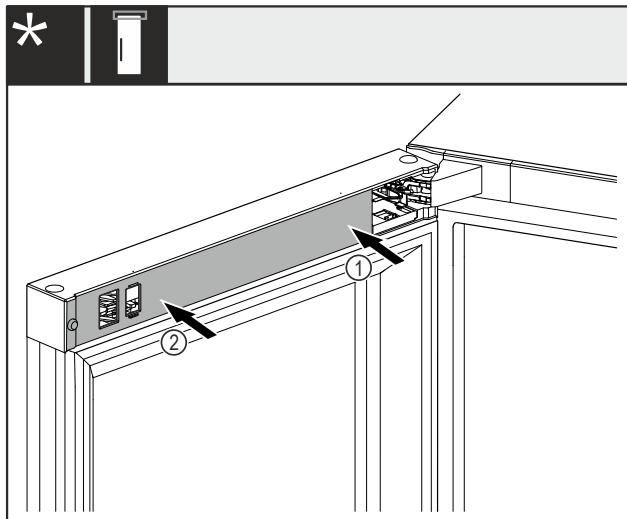

Fig. 48 *
- Abdeckung Fig. 48 (1) zuerst an der Lagerbockseite aufsetzen und einrasten.*
- Abdeckung Fig. 48 (2) an der Aussenseite aufsetzen und einrasten.*